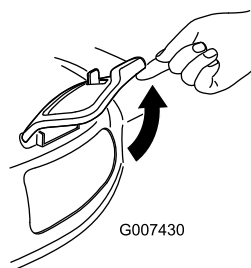

Figure 28
2. Soulevez et ouvrez le volet d'éjection latérale (Figure 28).